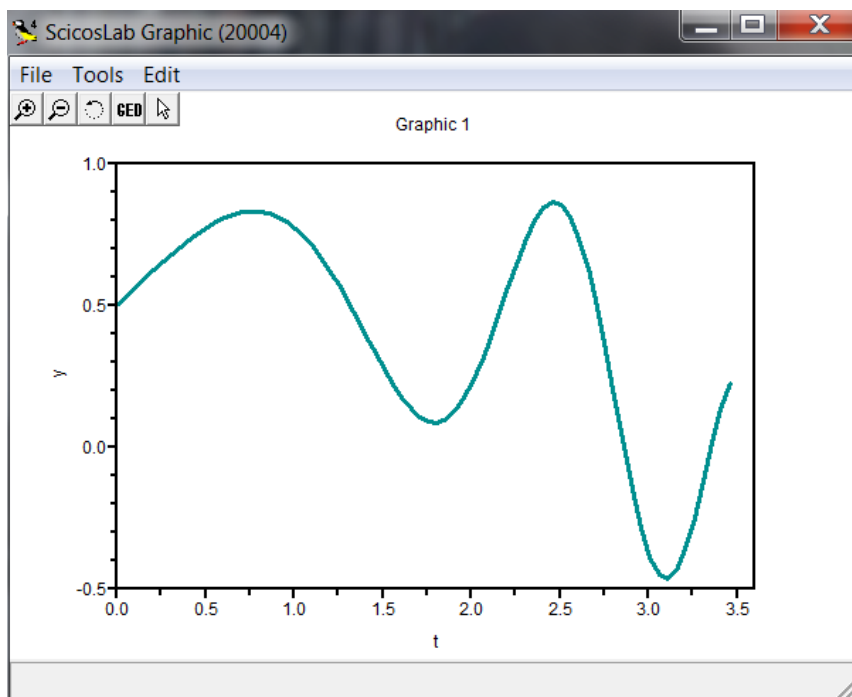
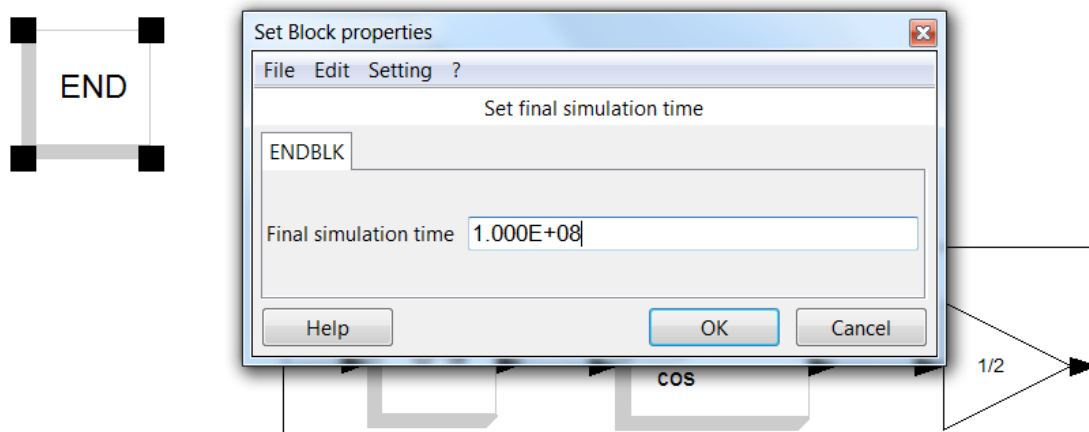

Рисунок 0.12 – График функции
Рисунок 0.22 – Использование блока END в модели
1. **Final Integration Time** – время окончания работы. Это время по умолчанию составляет 10000 секунд, время начала работы всегда равно нулю, но с помощью «активирующих часов» (рисунок 0.12) можно задать начальное время (Init time) регистрации событий. Если в диаграмму добавлен блок ENDBLK (рисунок 0.22), то значение его поля **Final Simulation Time** будет использовано как время окончания симуляции. Кроме того, остановить симуляцию можно, выбрав команду Stop в меню.